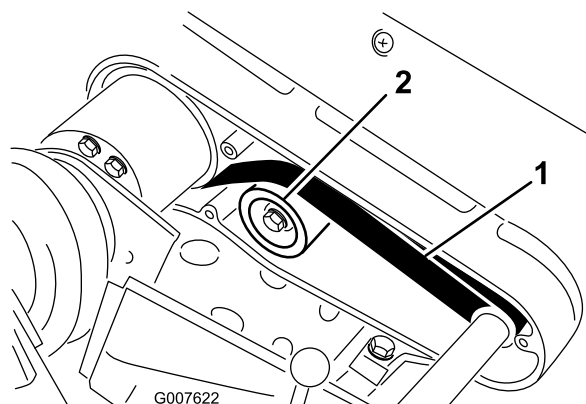

図 32
2. プリー間の中央（図 32）でベルトを 2.3～2.7 kg 程度の力で押して点検します。ベルトのたわみが 6 mm 程度あれば適正です。
- A. アイドラ・プリー固定ナットをゆるめ、プリーをベルトの背に押しつけて、適当な張りを出す（図 32）。